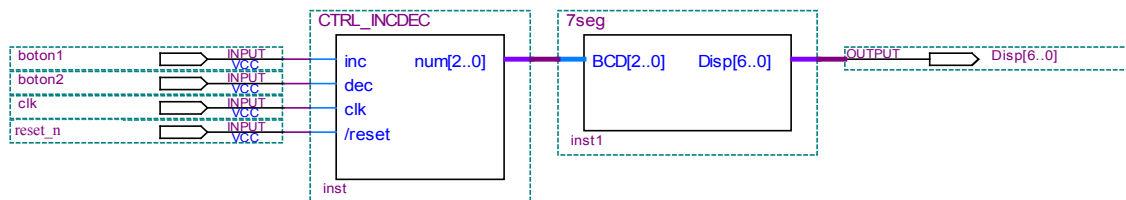

Figura 6. Circuito de prueba parte d).
- Generar un proyecto en el **Quartus** con el circuito de la figura 6 donde la entrada **reset_n** se conectará al switch 0, la entrada **clk** a la señal de reloj de 50 MHz de la placa DE0, las entradas **boton1** y **boton2** a los pulsadores 1 y 2 respectivamente, y la salida **Disp[6..0]** al display 0. Analizar el circuito, programar la placa y verificar el funcionamiento. Se deberá probar todos los casos posibles.
- Breve explicación de cómo será probado el circuito de la Figura 6 y qué deberá observarse en la placa DE0.